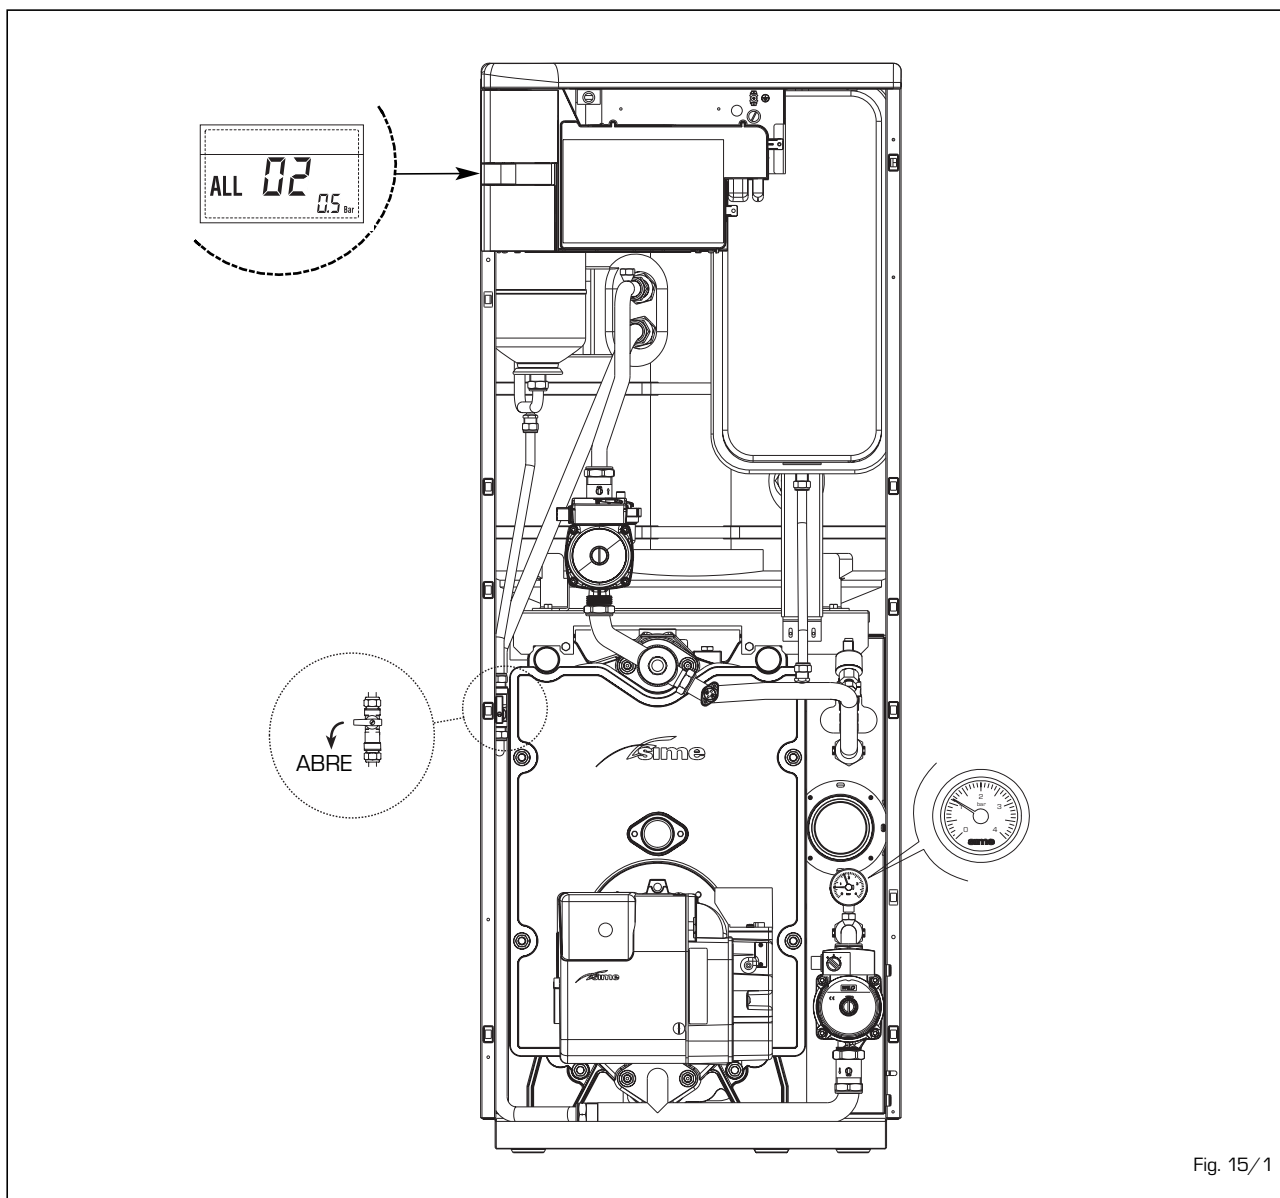

Fig. 15/1
– **ANOMALÍA ALTA PRESIÓN AGUA “ALL 03” (fig. 15/2)**